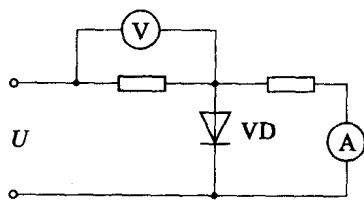

图 1-8 题 6 图
6. 如图 1-8 所示, U 为正弦交流电压的有效值, VD 为二极管, 忽略 VD 的正向压降及反向电流的情况下, 求交流电压表 V 和直流电流表 A 的读数。